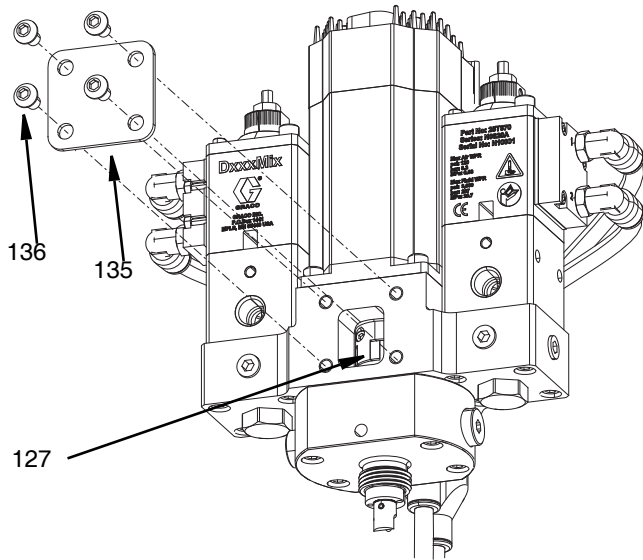
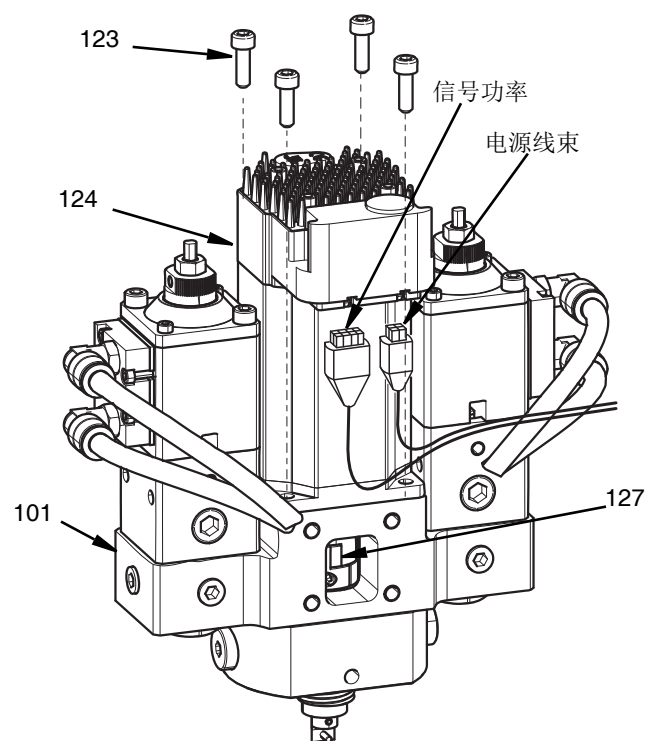

图 31
图 34
2. 用 5 毫米内六角扳手卸下四颗 M6 螺丝 (136)，卸下联接装置盖 (135)。
3. 使用 2.5 毫米内六角扳手松开旋转联接装置 (127) 下部的夹紧螺丝。参见图 31。
3. 使用 5 毫米内六角扳手卸下固定联接装置盖的四颗 M6 螺丝。参见图 31 (第 40 页)。
4. 使用 2.5 毫米内六角扳手松开耦合器 (127) 上部的 M3 固定螺丝。注意：请勿使用球头内六角扳手。
5. 使用 4 毫米内六角扳手卸下四颗 M5 螺丝 (123)。
6. 卸下马达。参见图 34。